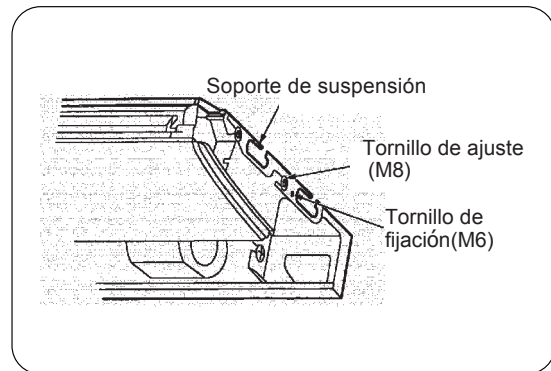

Fig.8.5
- Afloje ambos tornillos(M10) de ajuste de las escuadras para colgar de cada lado menos de 10mm. Retire los dos tornillos de fijación las escuadras para colgar(M6) del lado posterior. Separe la escuadra para colgar tirando de ella hacia atrás (Fig.8.5)
- Atornille firmemente ambos tornillos de ajuste (M8) de los soportes de suspensión. (Fig.8.5)